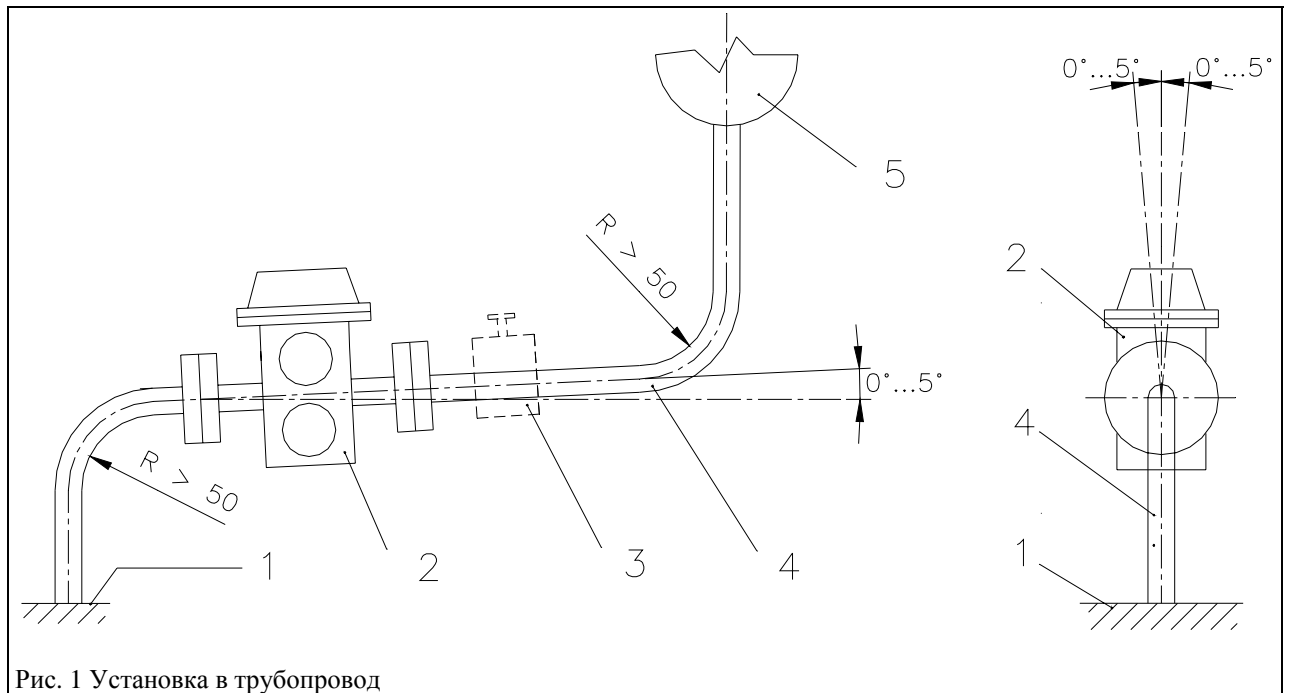

Рис. 1 Установка в трубопровод
1.1. Установка в трубопровод (рис. 1)
1.3. Опорожнение газового реле (рис. 1)
- * Закрыть запорный клапан (3) к расширителю (5)